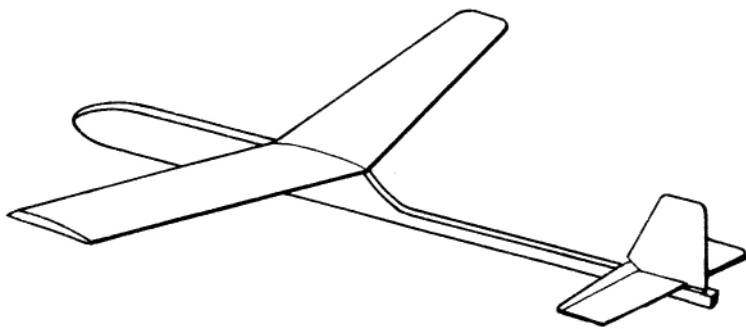

图 1-1 弹射模型滑翔机
(1) 弹射模型滑翔机——利用橡皮筋的弹力，把模型送上天，当弹力逐渐消失后，再转入自由滑翔飞行。如图 1-1。